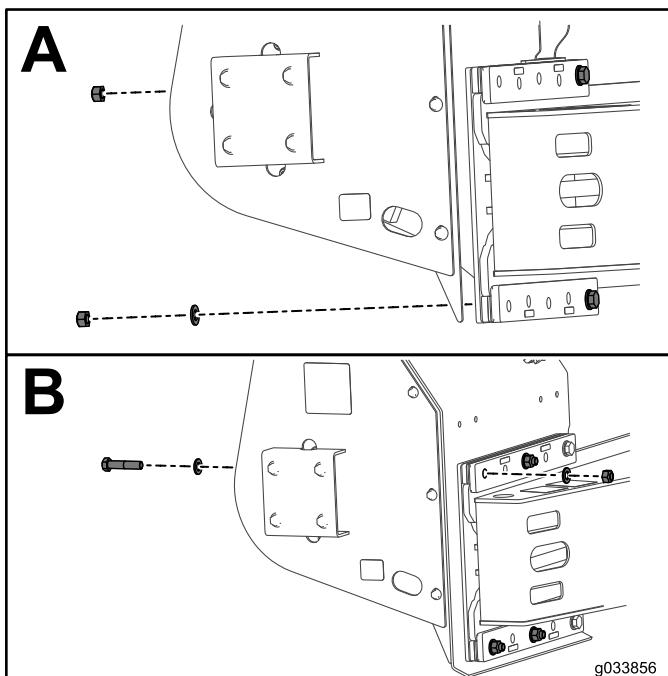

Figura 5
- Fixe o parafuso superior com porca autotratante, como mostrado na Caixa A da Figura 5.
- Fixe o parafuso inferior com arruela porca autotratante, como mostrado na Caixa A da Figura 5.